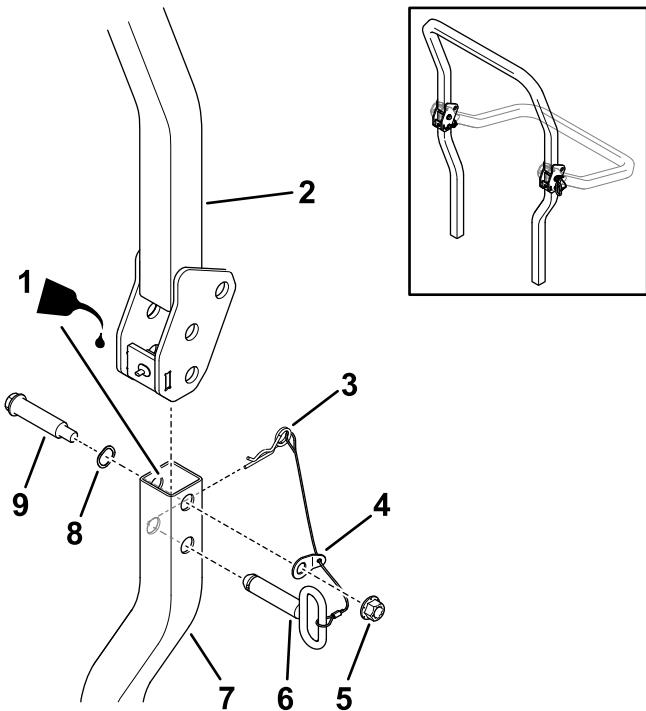

Figura 12
5. Lubrifique ligeiramente as superfícies interiores dos tubos da barra de segurança inferior (Figura 12).
6. Instale, sem apertar completamente, a barra de segurança superior na barra de segurança inferior com 2 parafusos de ombro, 2 anilhas onduladas, 2 anilhas com patilha com cordões e 2 porcas de bloqueio ($\frac{1}{2}$ pol.) Figura 12.
8. Levante a barra de segurança superior para a posição vertical, instale os pinos do trinco (as pegas ovais devem apontar para o exterior da máquina), e prenda com um perno de gancho de cada lado (Figura 12).